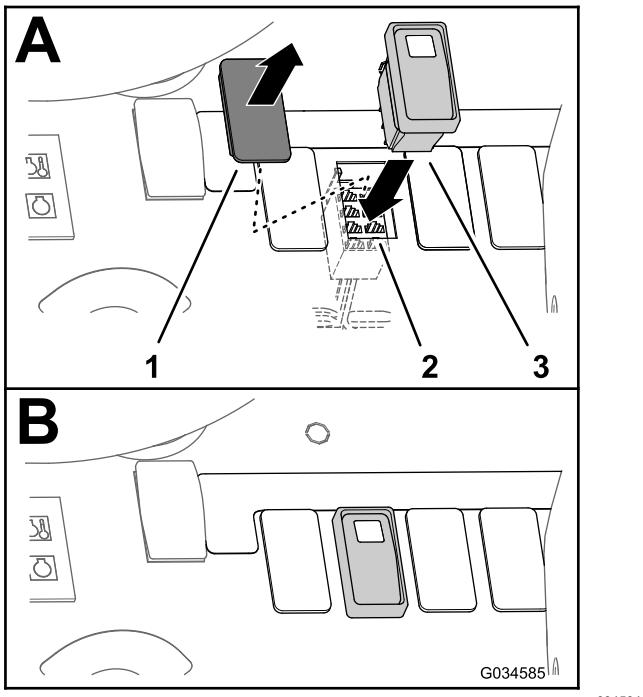
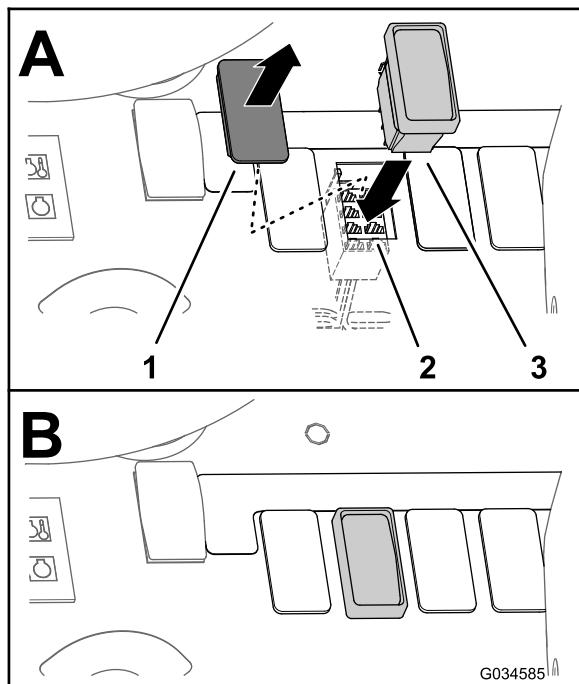

図37
図38
1. ダッシュボード上の、すすぎタンク用スイッチのプラグを打ち抜いて穴を作る図37または図38。
3. このソケットコネクタを、ダッシュボードにできた穴に導く図37または図38。
4. ダッシュボードを通して、ポジションスイッチをソケットコネクタに接続する図37または図38。
5. ポジションスイッチをダッシュパネルの穴に入れ、パチンとはまるまで完全に押し込む図37と図38。